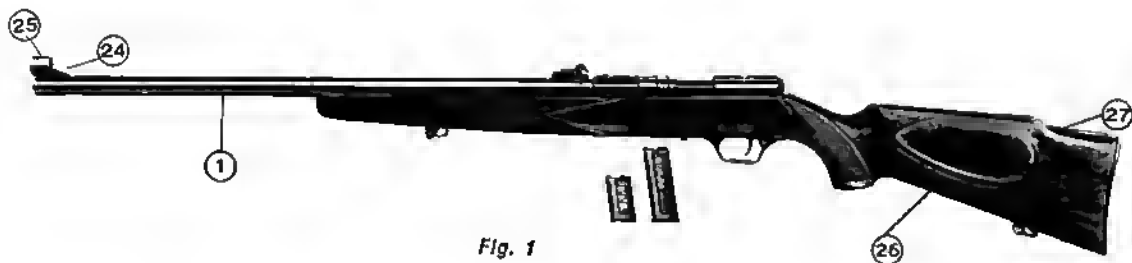

Fig. 1
**CANNA** - (Fig. 1 n. 1). Cilindrica - con sezione esterna di mm. 20 - fa corpo unico con la testata anteriore del gruppo scatola serbatoio contenente il movimento di scatto - lunghezza mm. 600.
**MIRINO** - (Fig. 1 n. 24). Posto all'estremità della canna, è alloggiato nello zoccolo, fissato con una vite trasversale ed uscente sulla sua destra.
**TUNNEL A MOLLA** (Fig. 1 n. 25). Serve a proteggere il mirino da eventuali urti ed a tenerlo in ombra durante il puntamento. Si sfilava dallo zoccolo facilmente, spingendolo con il pollice verso l'alto. Per il montaggio procedere in senso inverso.